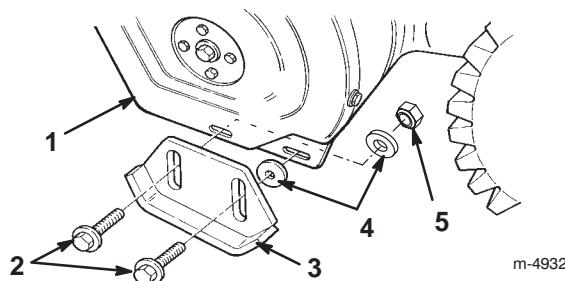

Figure 17
3. Enlevez les deux boulons à embase et rondelles plates qui fixent chaque extrémité de la lame racleuse aux plaques latérales (Fig. 17).
1. Plaque latérale (2)
2. Boulons à embase (4)
3. Patin (2)
5. Introduisez une rondelle *entre chaque patin et plaque latérale* (Fig. 17). Ne serrez pas les boulons.
7. Introduisez une rondelle et un contre-écrou *derrière* (*à l'intérieur de*) la plaque latérale (Fig. 17). Ne serrez pas les boulons.